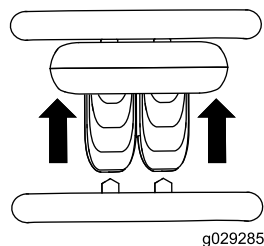

Рисунок 7
- Чтобы начать движение вперед, переместите орган управления тягой вперед (Рисунок 7).